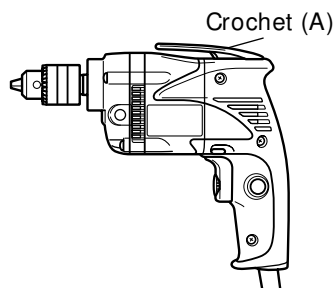

Fig. 8
Crochet (A) (fixation supérieure) (Fig. 8)